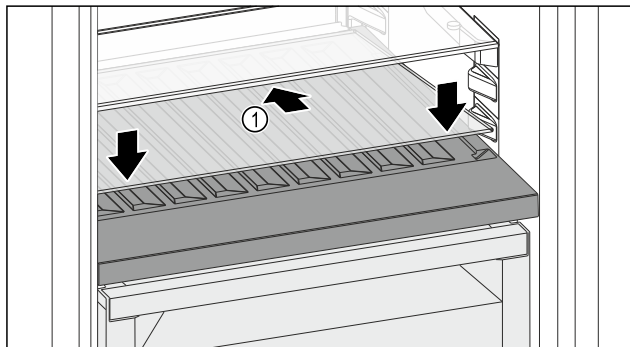

Fig. 100
- ▶ Вставьте стеклянную пластину Fig. 100 (1) наискосок и с уклоном назад вниз.
- ▶ Опустите стеклянную пластину Fig. 100 (1) спереди.